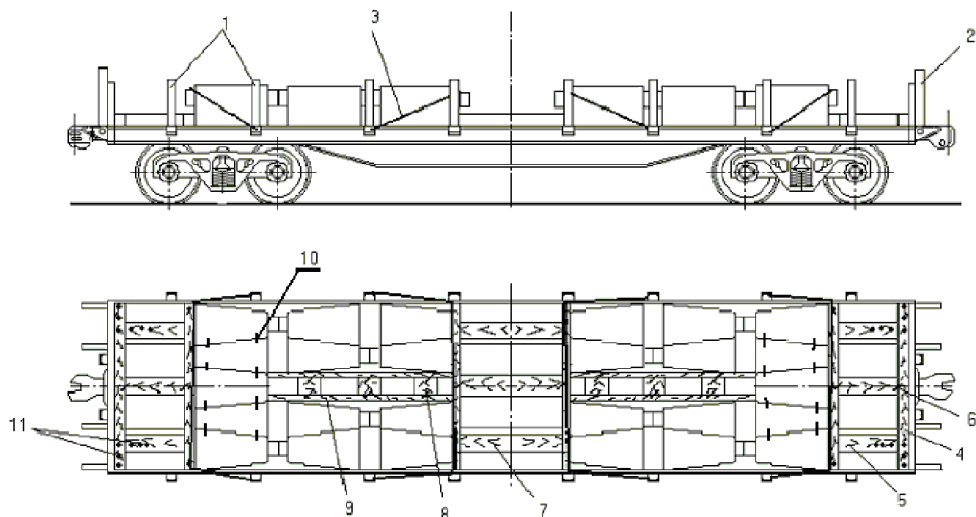

Рисунок 122
6.8. Изложницы массой до 2,8 т включительно размещают на платформе симметрично относительно продольной и поперечной плоскостей симметрии вагона двумя группами по 13 штук (рисунок 122). У торцевых бортов, подкреплённых короткими стойками, а также вплотную к изложницам с обеих сторон каждой группы укладывают упорные бруски размерами 100x100x2750 мм. Каждый брусок прибивают к полу десятью гвоздями длиной не менее 150 мм. Между упорными брусками укладывают по три распорных бруска (поз.7) сечением не менее 100x100 мм и длиной по месту. Все крайние распорные бруски прибивают к полу гвоздями по пять штук на каждый брусок. Распорные бруски (поз.7) в середине платформы скрепляют с упорными брусками скобами из прутка диаметром 10 мм, по одной скобе в каждое соединение. От поперечного смещения изложницы крепят шестью распорными брусками (поз.8) и четырьмя упорными брусками (поз.9) сечением не менее 70x80 мм и длиной по месту, которые между собой скрепляют скобами, по одной скобе в каждое соединение. От продольного смещения изложницы крепят четырьмя парами растяжек из проволоки диаметром 6 мм в четыре нити. Крайние у торцевых бортов изложницы увязывают между собой увязками из проволоки диаметром 6 мм в две нити. Боковые борта платформы подкрепляют короткими стойками. Для крепления используют гвозди диаметром 6 мм и длиной 150 мм.